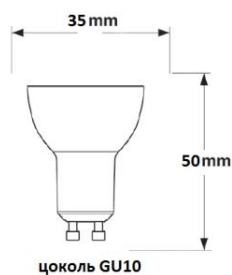

Рис. 12
6. Установите новую лампочку (рис. 12), действуя в обратном порядке.